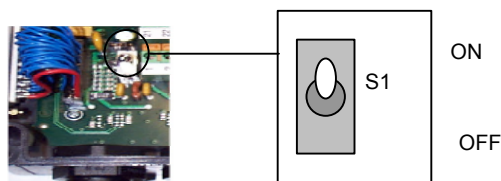

Abbildung 6 - Ein-/Aus-Positionen des Betriebsspannungsschalters
Schalten Sie die Spannungsversorgung der C-BOX 200 am Schalter ein (wie in Abbildung 6 gezeigt).
Der Betriebsspannungsschalter (s. Abbildung 6) schaltet die Betriebsspannung von C-BOX 200 und angeschlossenem Lesegerät.
- 2) Kontrollieren Sie, dass die C-BOX 200 abgeschaltet ist (Betriebsspannungsschalter in der Stellung OFF, siehe Abbildung 6).